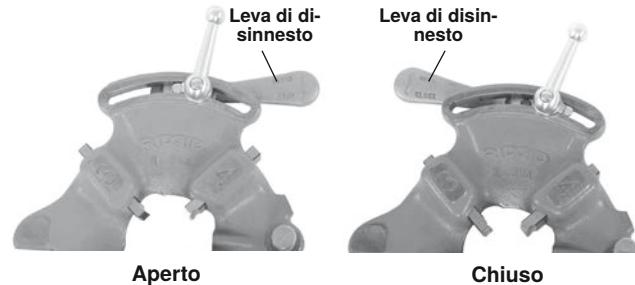

Figura 10 – Posizione della leva aperta/chiusa
- Spostare la leva di disinnesto in posizione OPEN (Figura 10).